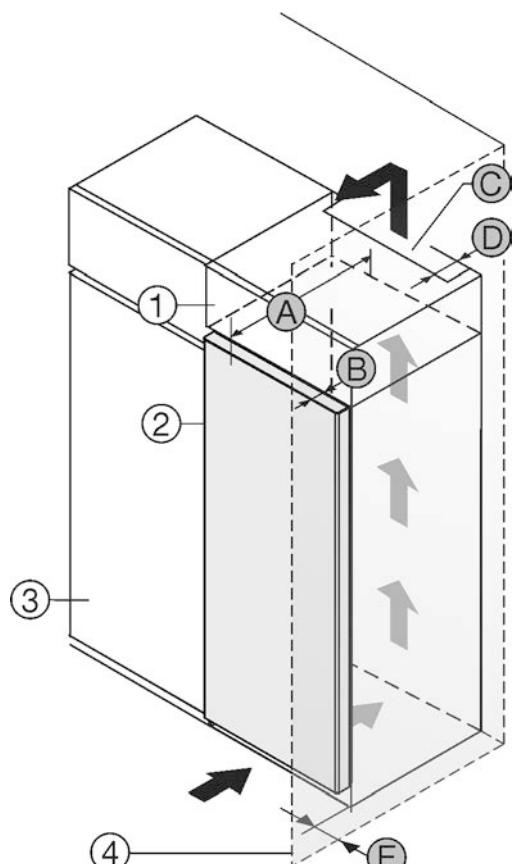

Fig. 1
На задней стенке дополнительного шкафчика должен быть вентиляционный канал с глубиной Fig. 1 (D) по всей ширине этого шкафа.*
Нужно соблюдать вентиляционное отверстие Fig. 1 (C) под нижней панелью.*
Если устройство установлено на шарнирах у стены Fig. 1 (4), то расстояние между устройством и стеной должно составлять не менее 40мм. Настолько выступает ручка при открытой дверце.*
Установите устройство непосредственно рядом с кухонным шкафом Fig. 1 (3).*
Установите с расстоянием 5 см между устройством и кухонным шкафом Fig. 1 (3).*